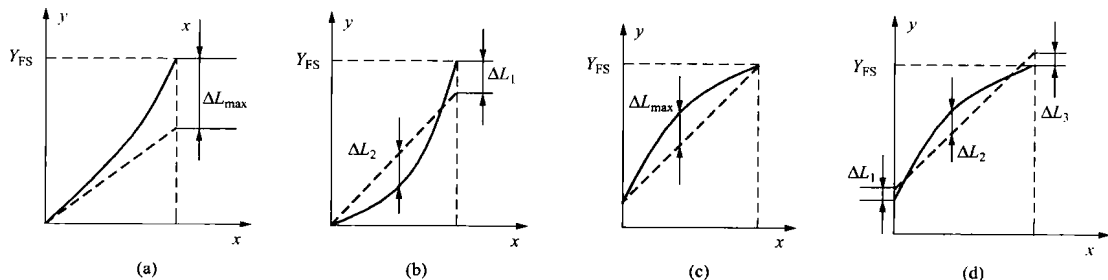

图 1-4 拟合直线
在实际使用非线性特性传感器时, 如果非线性项次不高, 在输入量不大的条件下, 可以用实际特性曲线的切线或割线等直线来近似地代表实际特性曲线的一段, 如图 1-4 所示, 这种方法称为传感器的非线性特性的线性化, 所采用的直线称为拟合直线。实际特性曲线与拟合直线之间的偏差称为非线性误差 (或线性度) 通常用相对误差表示, 即
1) 理论拟合: 拟合直线为传感器的理论特性, 与实际测试值无关。方法十分简单, 但一般说 $\Delta L_{\max}$ 较大。如图 1-4 (a) 所示。
2) 过零旋转拟合: 曲线过零的传感器, 拟合图像如图 1-4 (b) 所示。
- 3) 端点连线拟合: 把输出曲线两端点的连线作为拟合直线, 如图 1-4 (c) 所示。
- 4) 端点连线平移拟合: 在端点连线拟合基础上使直线平移, 移动距离为原先的一半, 如图 1-4 (d) 所示。